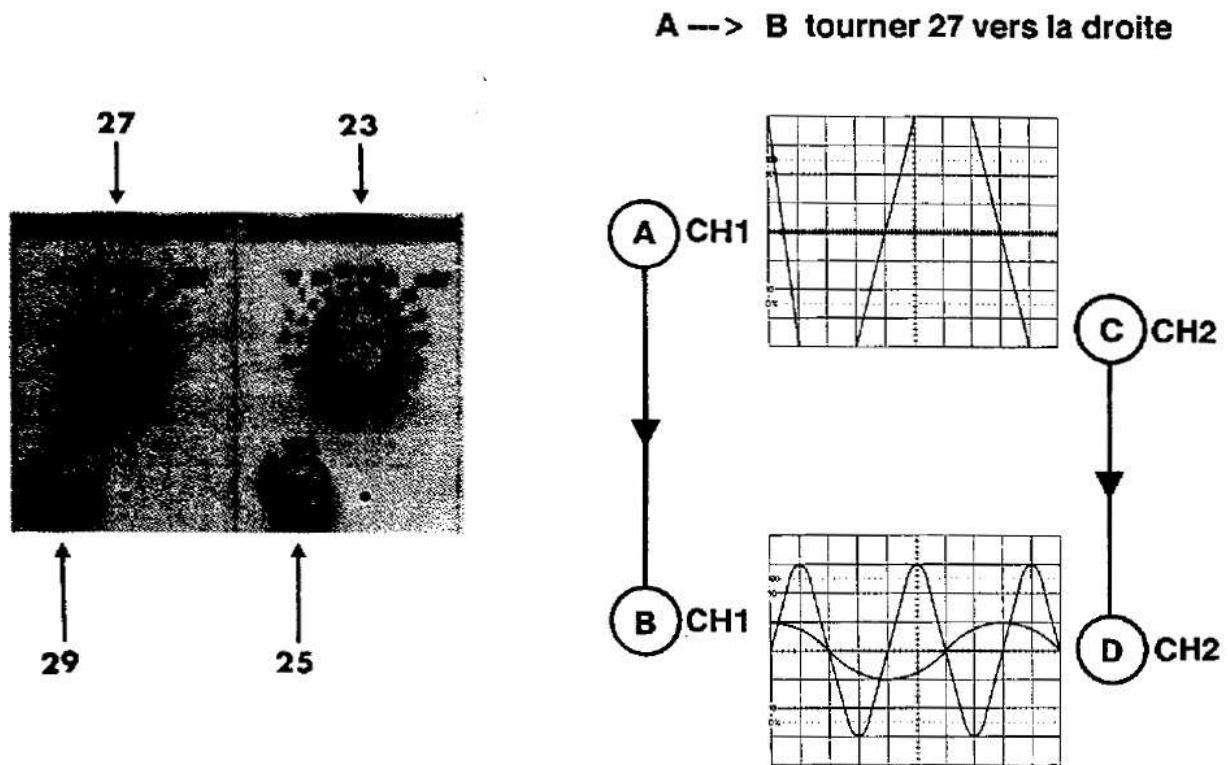

Fig 3.4
- Adapter à l'aide des commandes 27 et 23 la sensibilité verticale à l'amplitude du signal observé sur chaque voie (voir actions illustrées Fig 3.4 ci-après).
Note : 1) Dans le cas où à l'initialisation (23 et/ou 27 Fig 3.4 à fond à gauche) le signal observé sort des limites de l'écran, faire appel aux sondes réductrices 1/10 voire 1/100 (voir paragraphes 2.3 et 3.3.6).